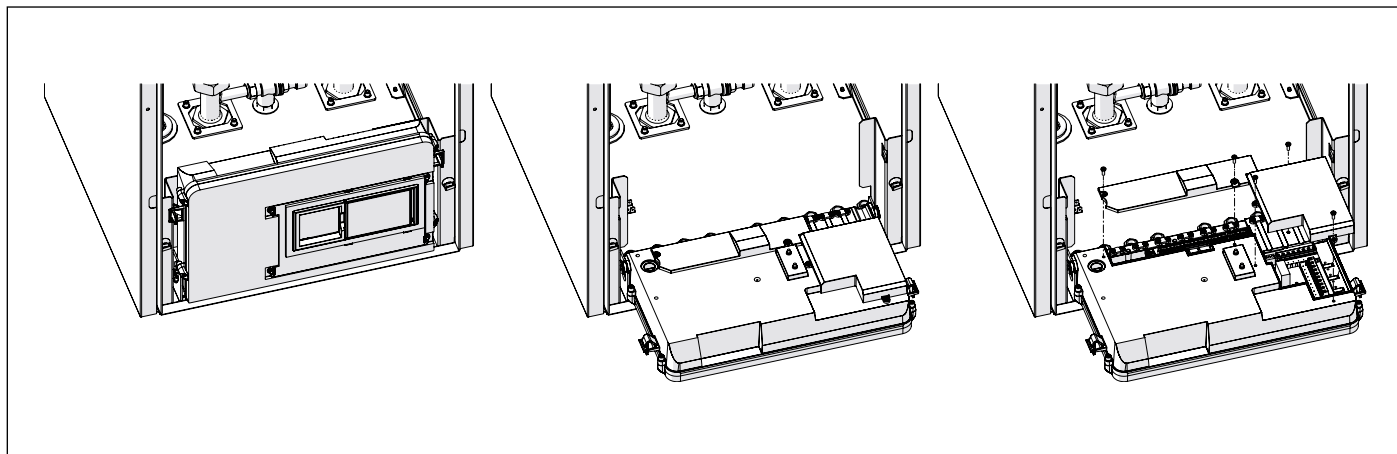

Рис. 25 Блок електрики
- Поверніть блок електрики вперед на 90° (див. Рис. 25 Блок електрики).
- Зніміть дві кришки з зовнішніх електричних з'єднань (А і В), послабивши гвинти, що кріплять їх до блоку електрики (див. Рис. 25 Блок електрики).